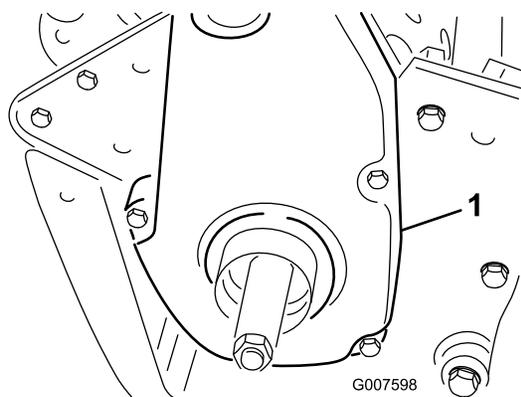

Figura 37
6. Retire a cobertura traseira da correia do lado direito da máquina (Figura 37).